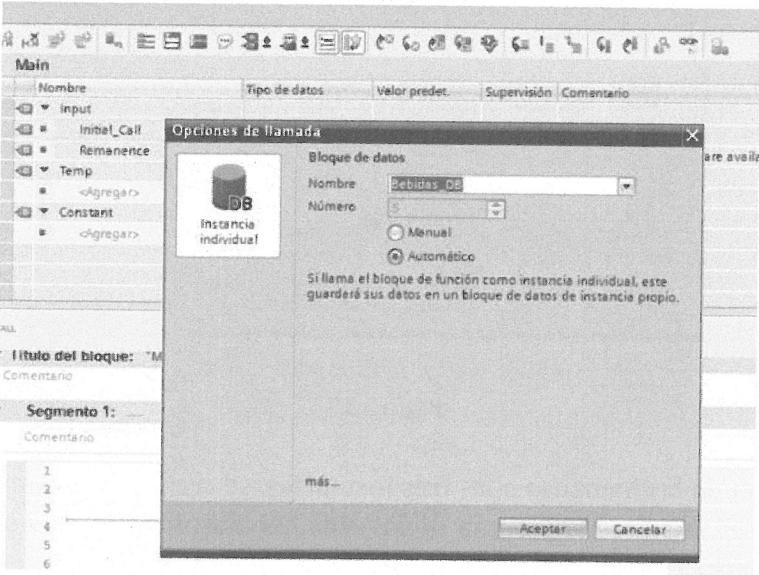

Figura 176
3.º Solo queda hacer la llamada al FB2 desde el OB1 y crear su DB al que se accede de forma múltiple. Para ello, desde el OB1 se arrastra el bloque de función FB2. La pantalla que nos aparece es la de la Figura 176.